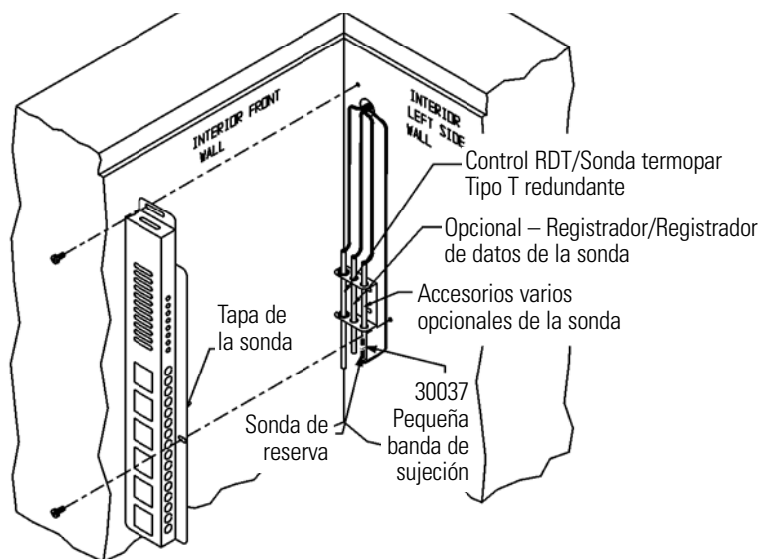

Figura 6-5. ubicación de la sonda
4. Abra la tapa del congelador y ubique la cubierta de la sonda en la pared izquierda delantera superior. Extraiga los dos tornillos con cabeza Phillips que afianzan la cubierta de la sonda (consulte la Figura 6-5).
5. Enrute la sonda BUS a través del puerto de la sonda, aproximadamente 30 cm (12"). Asegure la sonda de reserva a la sonda de temperatura mediante una pequeña banda de sujeción (Figura 6-5).
7. Reinstale la cubierta de la sonda (Figura 6-5).